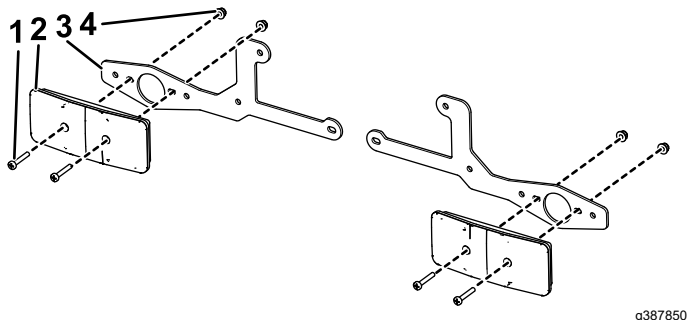

Figura 3
1. Instale las luces de los intermitentes en los soportes de los intermitentes con 2 tornillos Phillips (n.º 10 x 1¼") y 2 contratuercas (n.º 10) en cada uno. Consulte Figura 3 para conocer la orientación correcta.